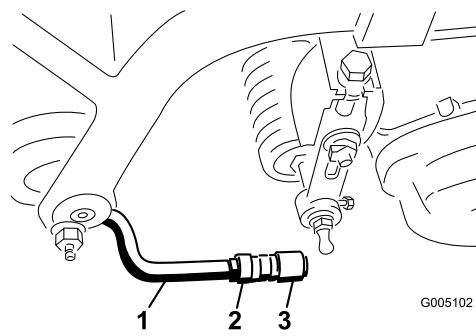

Figura 10
6. Allineate gli attacchi nei giunti sferici in modo che la parte aperta dell'attacco sia centrata verso lo spinotto a sfera. Serrate i controdadi per fissare gli attacchi in posizione (Figura 10).